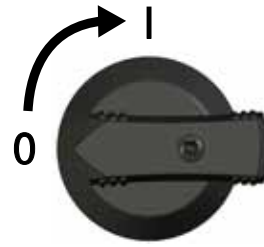

Abbildung 41
► DC-Lasttrennschalter am Wechselrichter auf Position I stellen (Abbildung 41). Nach einer Prüfung durch die interne ENS (ca. 2 Minuten) kann am Display die eingespeiste Leitung angezeigt werden (Sonneneinstrahlung vorausgesetzt).